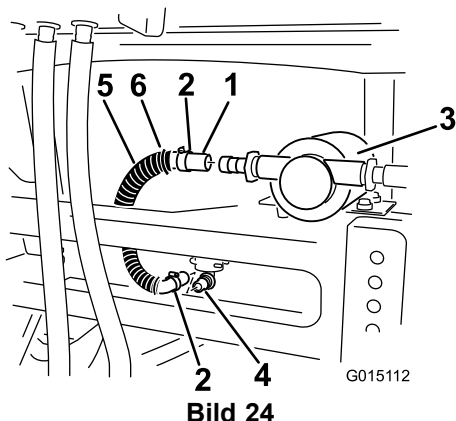

Bild 24
3. Befestigen Sie ein Ende des Schlauchs am 90°-Anschlussstück unten am Spülbehälter (Bild 24).
10. Setzen Sie die Abdeckung auf die Pumpe und stecken Sie die Abdeckungsnasen in die Schlitz in der Rahmenstrebe (Bild 24).